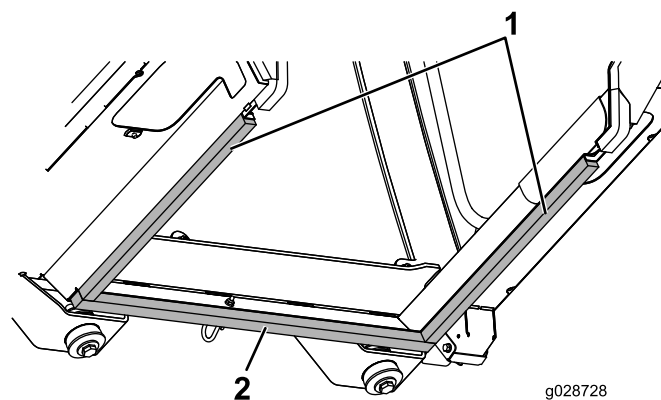

Figura 61
6. Centrate il componente anteriore in schiuma sintetica sul pannello anteriore (Figura 61).
7. Premete il bordo anteriore dei componenti anteriori laterali in schiuma sintetica nel componente anteriore in schiuma sintetica e allineate i bordi interni dei componenti in schiuma sintetica ai bordi interni dei pannelli di tenuta del telaio della cabina (Figura 61).